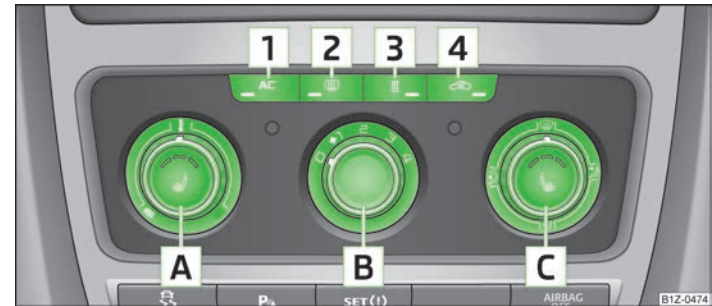

Fig. 89 Sistemul de aer condiționat: Elementele de comandă
Instalația de răcire funcționează numai când tasta **AC** **1** » fig. 89 la pagina 82 este apăsată și se îndeplinesc următoarele condiții:
- › Rotiți regulatorul rotativ **A** » fig. 89 spre dreapta pentru a mări temperatura.
- › Pentru pornirea ventilatorului, rotiți comutatorul ventilatorului **B** » fig. 89 în una din pozițiile de la 1 la 4.
- › Apăsați tasta  **4** pentru a opri alimentarea cu aer proaspăt » fig. 89.
- › De la regulatorul pentru distribuția aerului **C** » fig. 89 reglați direcția curentului de aer » pagina 80.
- › Apăsați tasta **AC** **1** » fig. 89, lampa de control din tastă se aprinde.
- › Apăsați tasta  **2** » fig. 89. Informații suplimentare » pagina 47.
- › Apăsați tasta  **3** » fig. 89 pentru a porni / opri direct încălzirea suplimentară (încălzirea și ventilația în staționare). Informații suplimentare » pagina 87.
- Elementele de comandă **A** » fig. 89 la pagina 82, **B**, **C** și tastele **1** și **4**.
- Apăsăți tasta  **4** » fig. 89 la pagina 82, lampa de control din tastă se aprinde.
- Apăsăți din nou tasta  **4** » fig. 89 la pagina 82, lampa de control din tastă se stinge.
Dacă regulatorul distribuției de aer **C** » fig. 89 la pagina 82 se rotește în poziția , recircularea aerului se dezactivează automat. Prin apăsarea repetată a tastei  se poate reporni și în această poziție recircularea aerului.